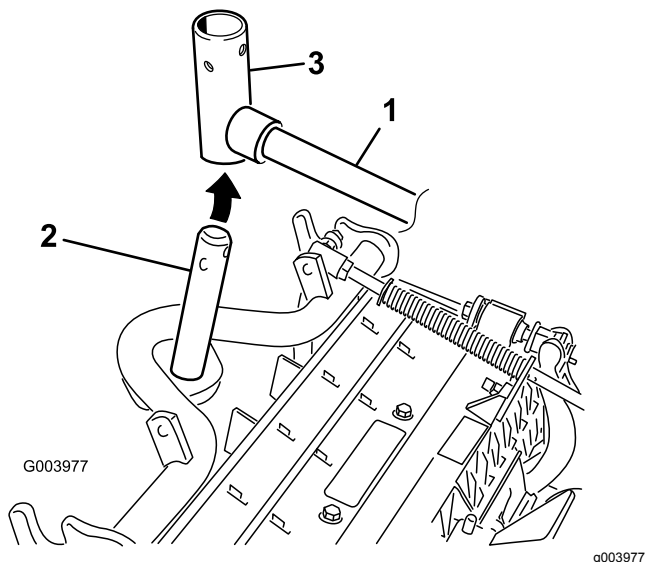

Figure 11
8. Pour les tabliers de coupe avant, poussez un tablier sous le bras de levage tout en insérant l'arbre du bâti porteur dans la chape de pivot du bras de levage (Figure 11).
- B. Insérez la chape du bras de levage sur l'arbre du bâti porteur (Figure 11).